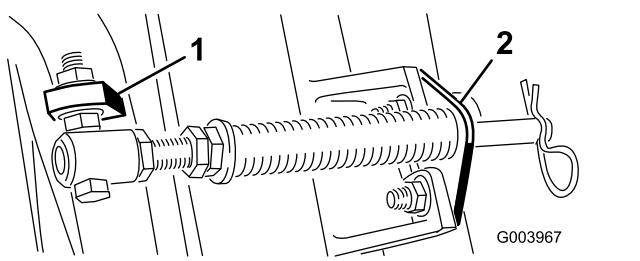

Figura 5
4. Monte el soporte de la varilla en las pestañas de la unidad de corte con los pernos de cuello cuadrado y las tuercas (**Figura 5**).